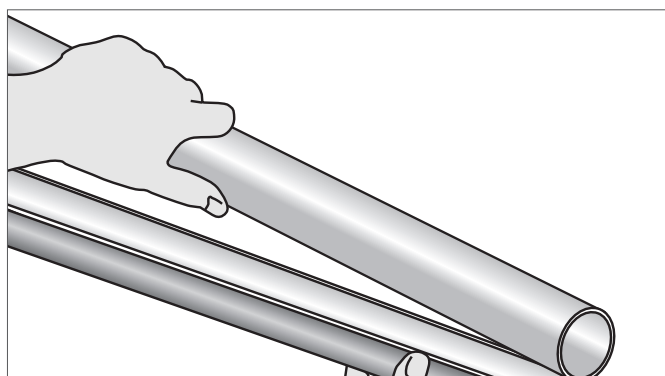

Рис. 14-8 Надевание на трубу
4. Надеть фиксирующий желоб на трубу (см. рис. 14-8)